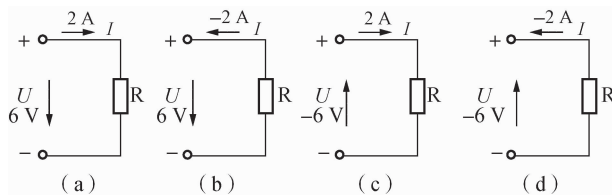

图 1-11 例 1-1 电路图
**【例 1-1】** 应用欧姆定律对图 1-11 中各电路图列出表达式，并求出电阻值。